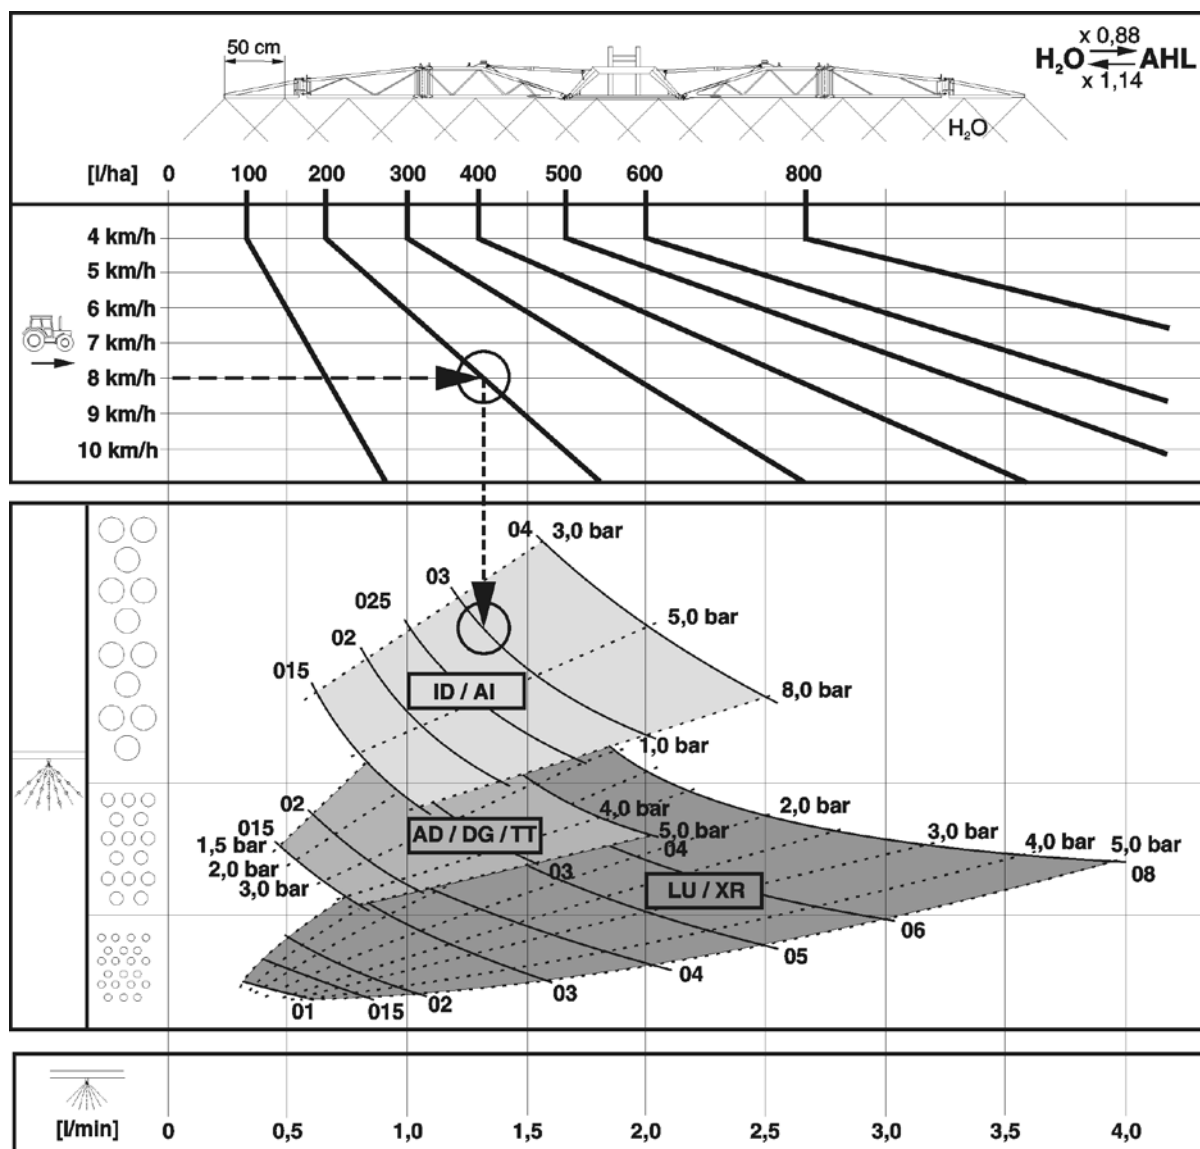

Fig. 192
- Fig. 192 anvendes til
4. Skift til en anden sprøjtetabel (Fig. 192).